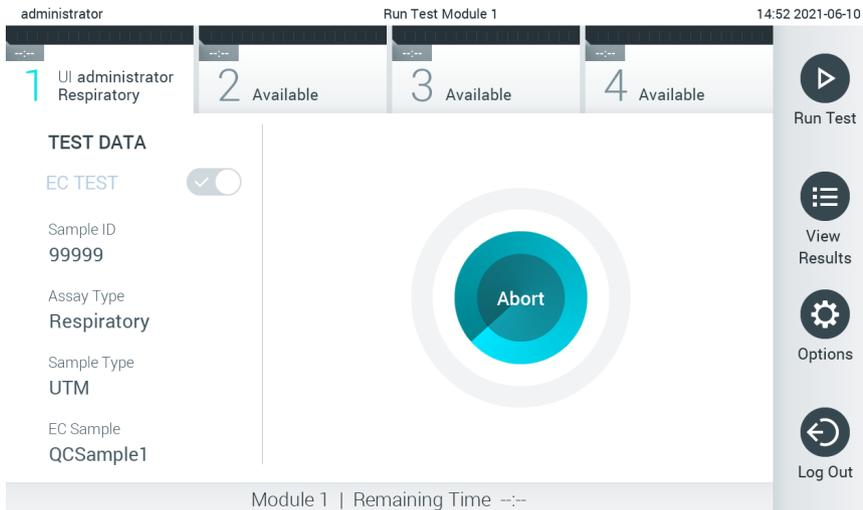

Figura 95. Tela de execução do teste e exibição do tempo de execução restante.
10. Ao detectar o cartucho de ensaio QIAstat-Dx, o QIAstat-Dx Analyzer 1.0 fecha automaticamente a tampa da porta de entrada de cartuchos e inicia a execução do teste. Não é necessária qualquer outra ação do operador. Enquanto o teste estiver em execução, o tempo de execução restante é exibido na tela sensível ao toque (Figura 95).